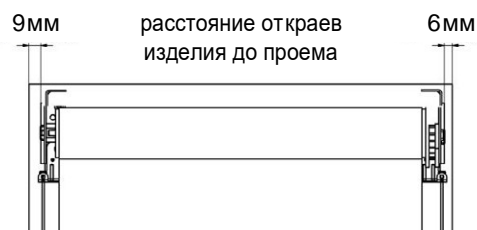

Рис. 2. Зазоры между проемом и изделием с боковой фиксацией
- При монтаже изделия с боковой фиксацией в проем необходимо, чтобы между краем изделия и проемом со стороны электропривода оставался зазор не менее 6 мм, а с другой стороны – не менее 9 мм (Рис.2).